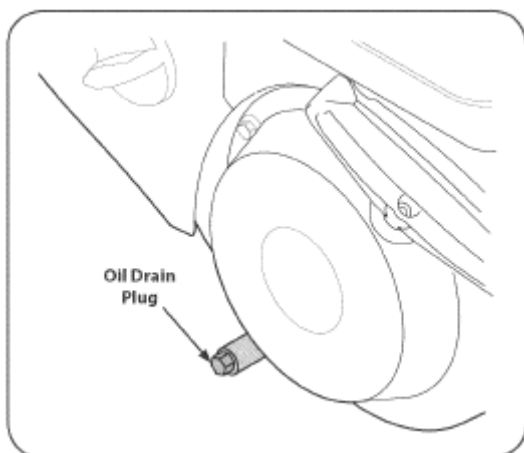

Рисунок 13
Добавляя масло в двигатель, изучите справочную таблицу вязкости, приведенную ниже (см. рис. 13). Маслосъемность двигателя составляет приблизительно 600 мл (около 20 унций). Не заливайте больше масла. Используйте 4-тактное масло либо эквивалентное ему сильноочищенное моторное масло высшего качества, сертифицированное как масло, отвечающее требованиям производителей автомобилей в США (классы SG либо SF), либо обладающее еще более высоким качеством. Моторные масла класса SG либо SF будут иметь на контейнере соответствующую маркировку.
3. Вытащите пробку из сливного отверстия (см. рис. 13).